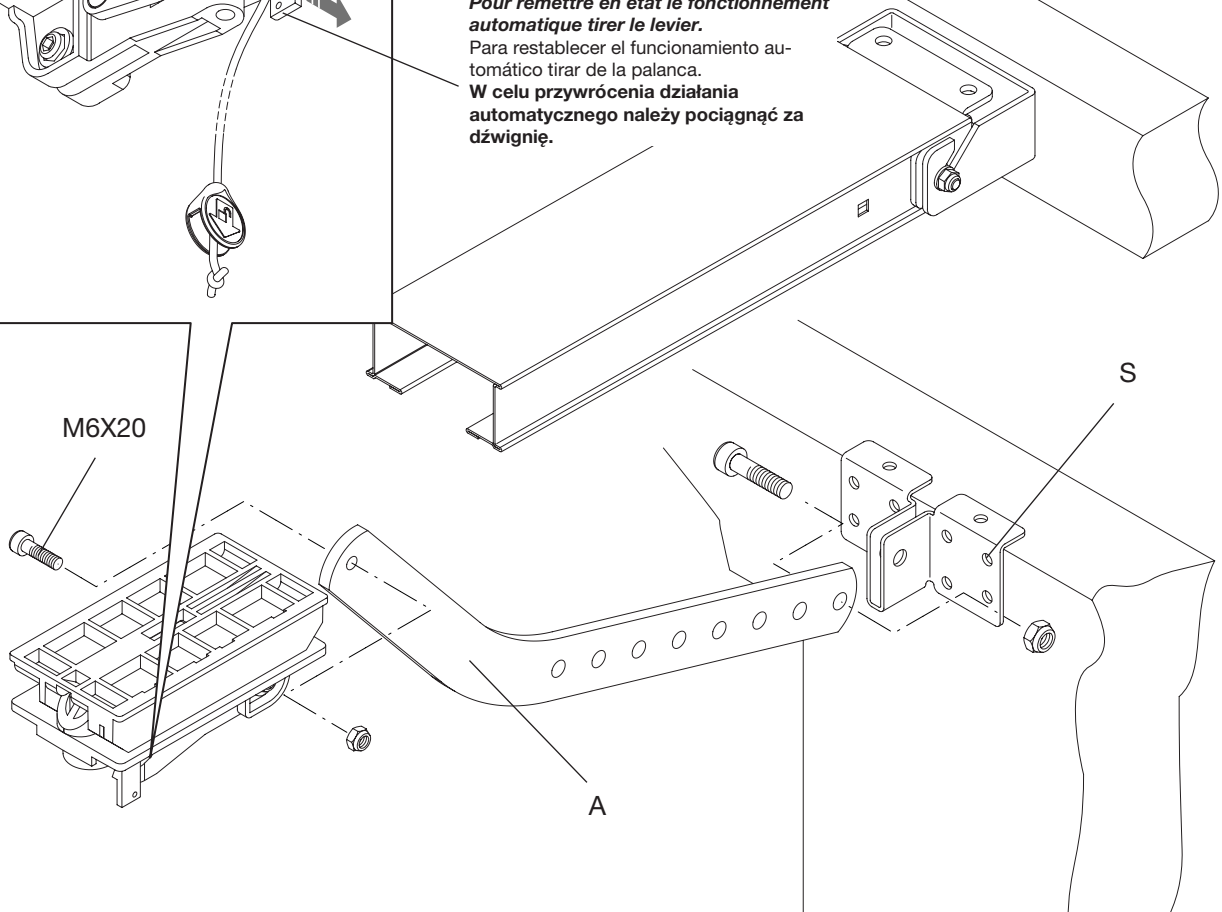

Fig. 14
- m) Die Schnur durch den Sperrhebel und den Kugelgriff ziehen und wie in Abb. 14 gezeigt, binden.